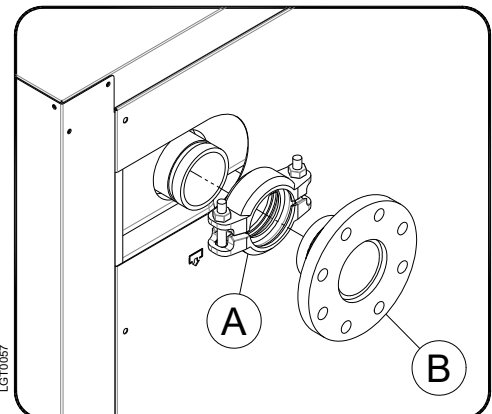

Abb.2
Flansch (B) und Schelle (A) wie in Abb. 2 montieren.